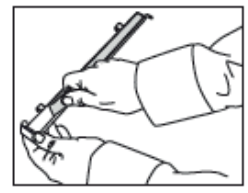

Fig. 2
Den øverste delen på hyllens støtte griper inn i åpninger på sideveggen i ovnen slik det vises i Fig. 2.
2. Fjern beskyttelsen i plast fra glidehyllene (Fig. 2).